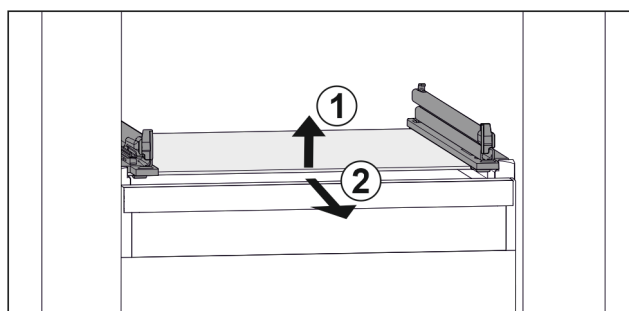

Fig. 107 玻璃隔板例图
- ▶ 抬起玻璃隔板前部。 Fig. 107 (1)
- ▶ 向前取出玻璃隔板。 Fig. 107 (2)